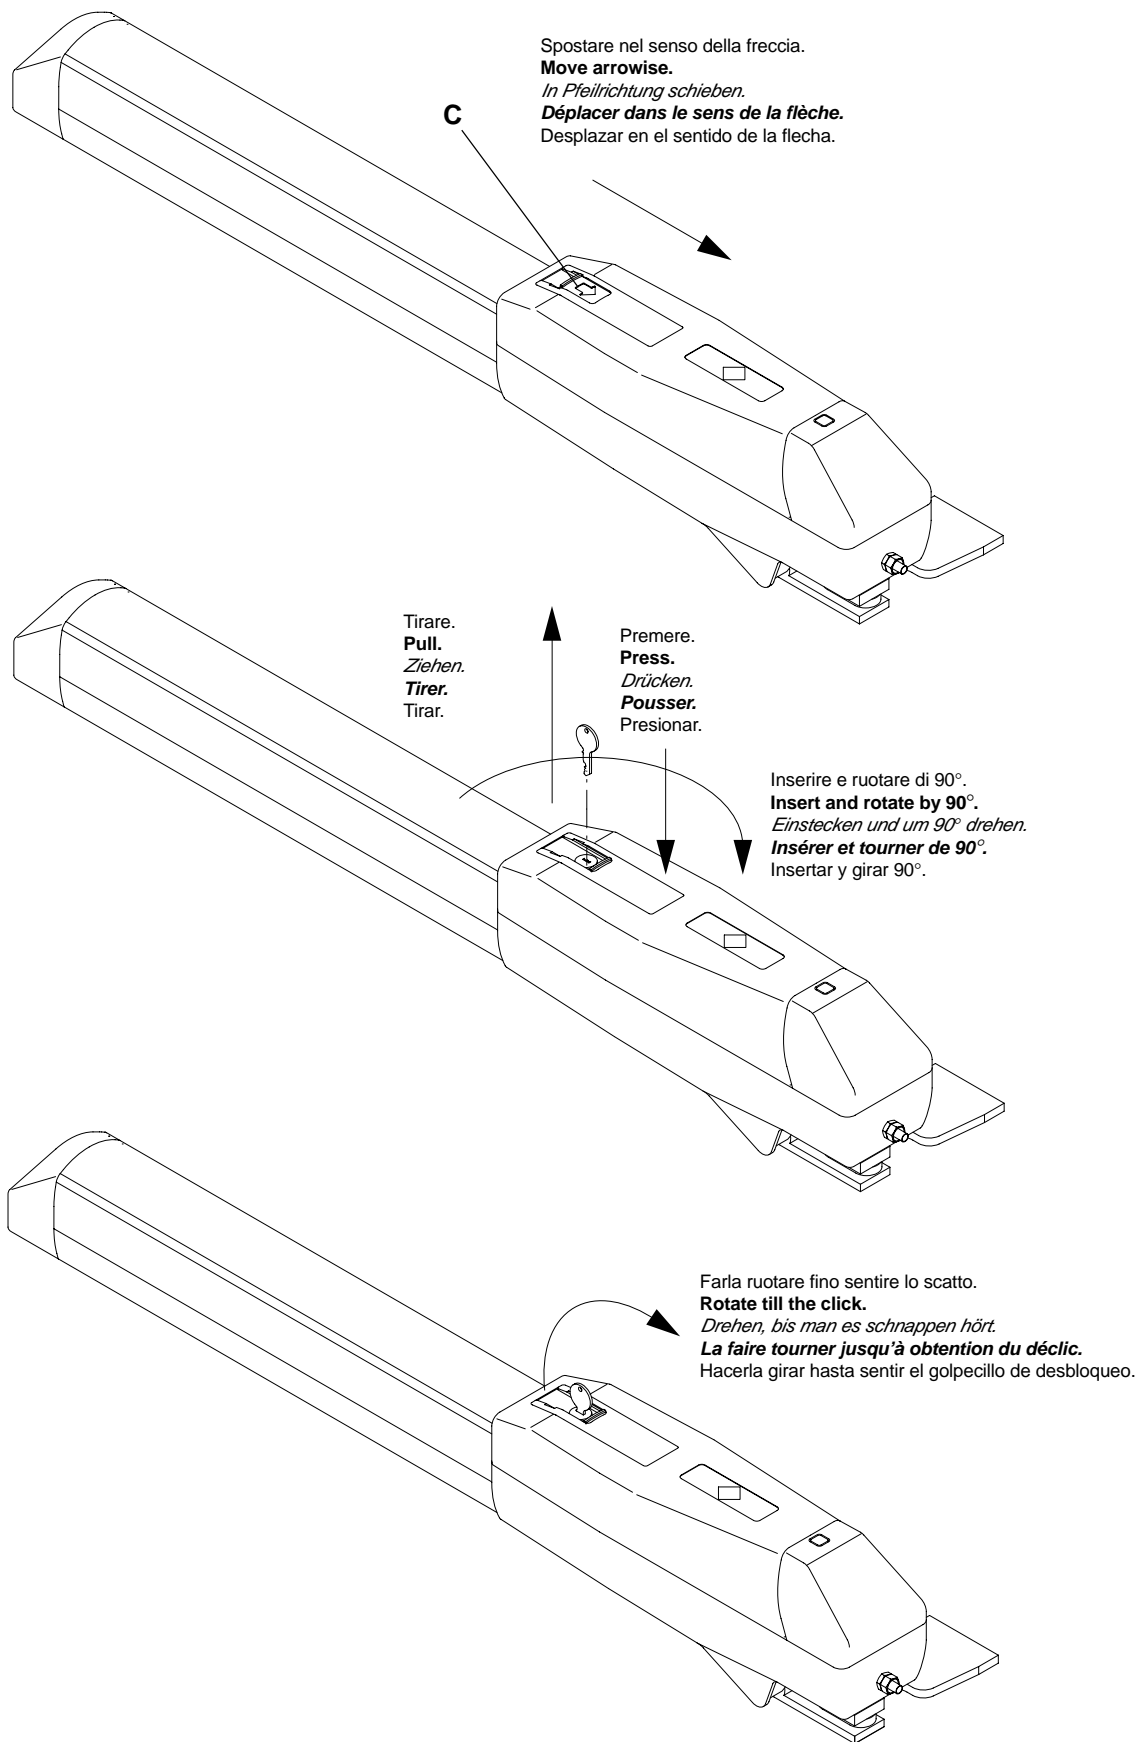

Fig.5
Per sbloccare l'automatismo procedere come segue: (vedi fig. 5)
To release the automatism, please proceed as follows: (see fig. 5)
*Zur Freigabe des Automatismus gehe man so vor (siehe Bild 5):*
Pour débloquer l'automatisme procéder comme suit (voir fig. 5):
Para desbloquear el automatismo proceder como sigue: (vease fig.5)